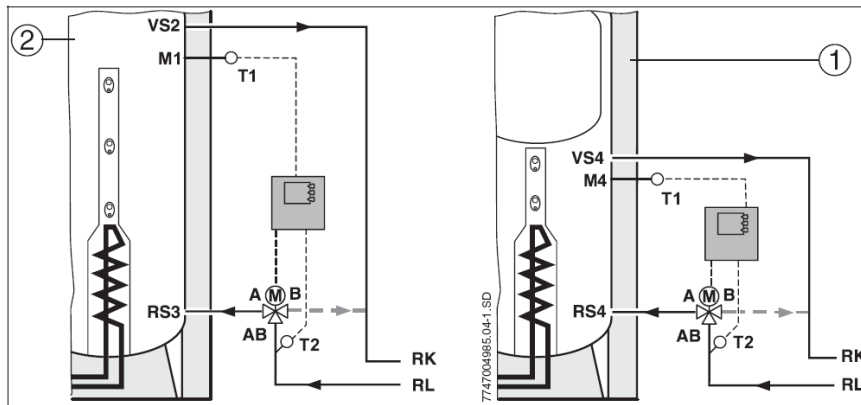

Рис. 6 Повышение температуры в обратном трубопроводе при использовании буферного накопителя (слева) и комбинированного геобака (справа)
Обратите внимание на маркировку мест подключения 3-ходового сервопривода. На Рис. 6 представлен клапан, который при снятом электрическом напряжении открывает путь от АВ к В. Как только достигается заданная разность температур (→ Табл. 7, Стр. 19), клапан переключает поток с АВ на А.
- Трёхходовой клапан монтировать в обратный трубопровод между буферным накопителем (→ Рис. 6, Поз. 2) или комбинированным гелиобаком (→ Рис. 6, Поз. 1) и отопительным котлом.